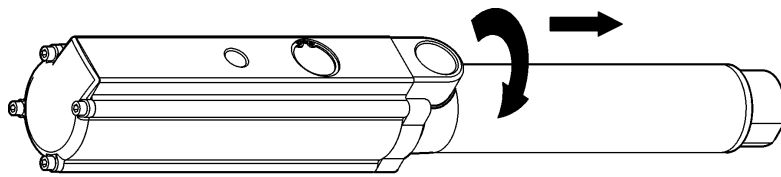

Fig. 5a
1. Secure the pump in a vice in the horizontal position, clamping it by the outlet body. Unscrew the pump tube using a strap-wrench (fig. 5a). **NOTE:** Do not use a pipe wrench, the pump tube can be damaged.
1. Fijar la bomba en una mordaza agarrando por el cuerpo de salida con la bomba en posición horizontal. Desenroscar el tubo con una llave de correa (Fig. 5a). **NOTA:** No usar una llave tipo Stillson, el tubo puede llegar a dañarse.
1. Placer la pompe sur un établi et la serrer au niveau du corps de la pompe en maintenant cette dernière en position horizontale. Desserrer le tube à l'aide d'une clé à sangle (Fig.5a). **NOTE** : Ne pas utiliser de clé modèle Stillson au risque d'endommager le tube de la pompe.